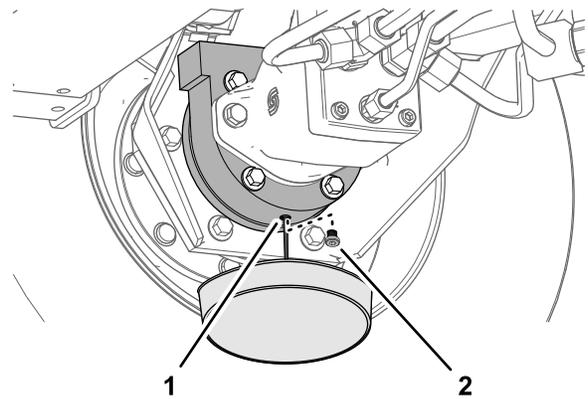

Figure 68
6. Placez un bac de vidange sous le carter de frein, enlevez le bouchon de vidange et vidangez toute l'huile (Figure 68).